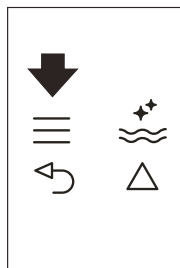

Fig. 22
- ▶ Apăsați pe pictograma  (B2) pentru a accesa meniul (Fig. 22) sau apăsați pe pictogramele